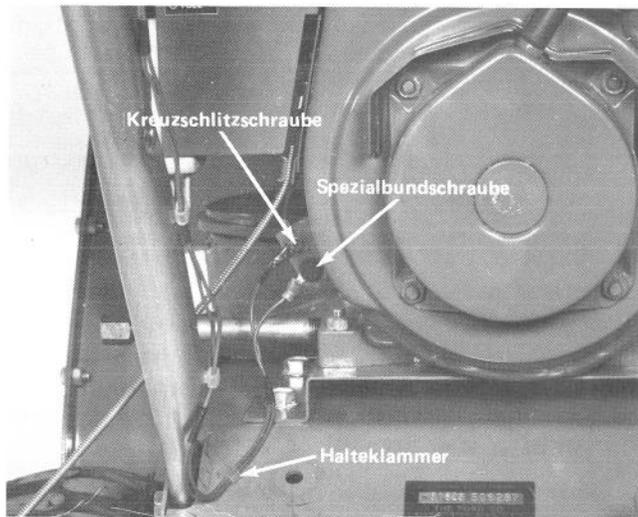

Abb. 13
1. Die Kreuzschlitzschraube aus dem Kabelanschlussblech herausschrauben und das Kabel mit der kleinen Klemme sowie das vom Motor kommende Kabel mit dieser Schraube oben am Anschlussblech befestigen (Abb. 13).
2. Mit der Spezialbundschrabe das Kabel mit der grossen Klemme unten am Anschlussblech befestigen (Abb. 13).
3. Die Kunststoffklammer zur Befestigung der Kabel in die Bohrung oben links im Hauptrahmen hineindrücken (Abb. 13).